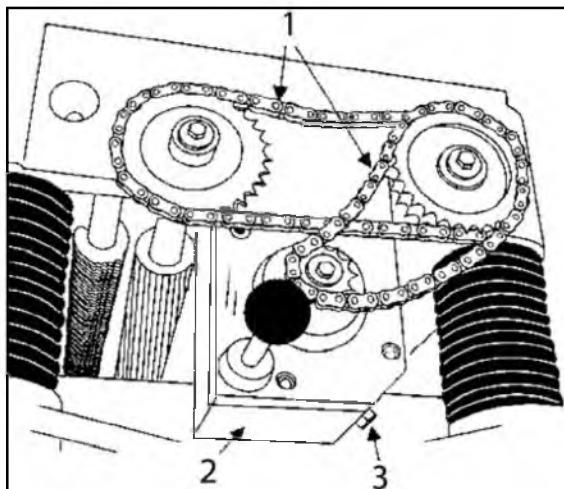
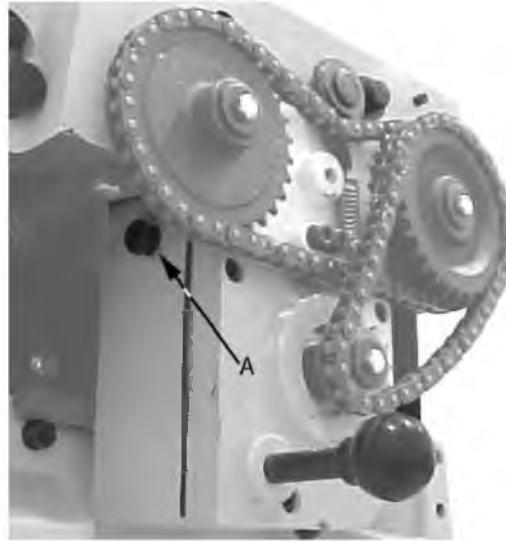

Рис. 39.
Рис. 40.
1. Открутить сливную пробку (3, Рис.39) и крышку заливной горловины (A, Рис.40). Слить грязное масло.
2. Затянуть сливную пробку (3, Рис.39).
3. Залить через отверстие чистое масло (A, Рис.40).
Затянуть крышку заливной горловины (A, Рис.40).